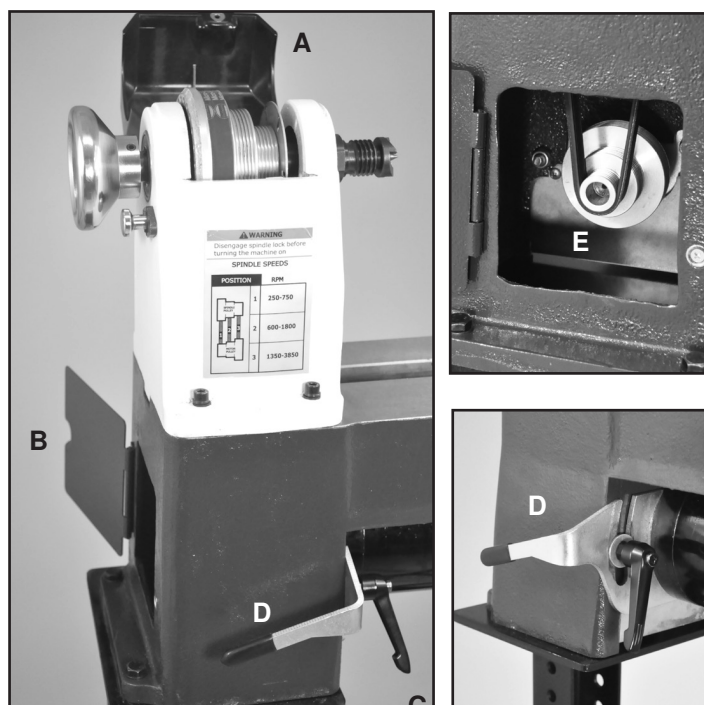

FIG. 7
2. Ouvrez le capot de la poupée fixe (#35, Fig. 7, A) et la porte d'accès sur le côté gauche (#8, B) pour accéder à la courroie et aux poulies à l'intérieur.